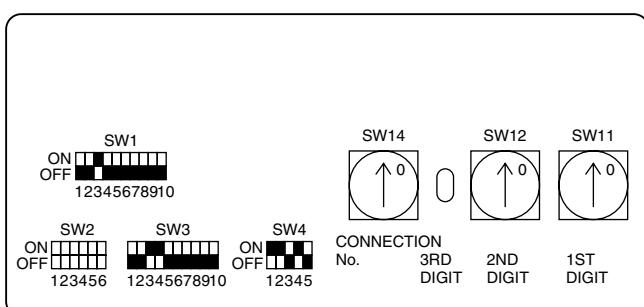

Fig. 4-4
- *1 通过室外机组的接地终端 ④ 将传送电缆接地。
4.3. 设定存储位置 (Fig. 4-4)